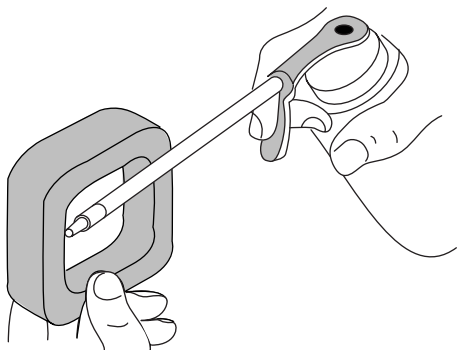

Fig. 46
4. Aplique suficiente aceite limpio de motor SAE 30 para recubrir ligeramente el filtro (Fig. 46).